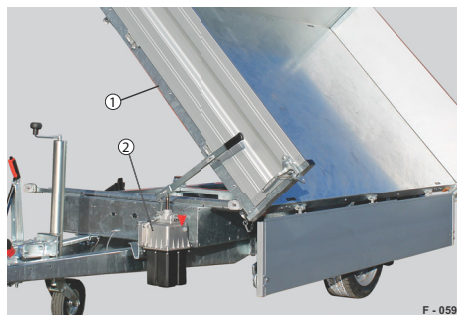

Abb. 62 Stellung, gekippt
- Hydraulikpumpen (Abb. 62/2) bedienen einen Teleskopzylinder zum Heben / Senken bzw. Kippen der Ladebrücke (Abb. 62/1)